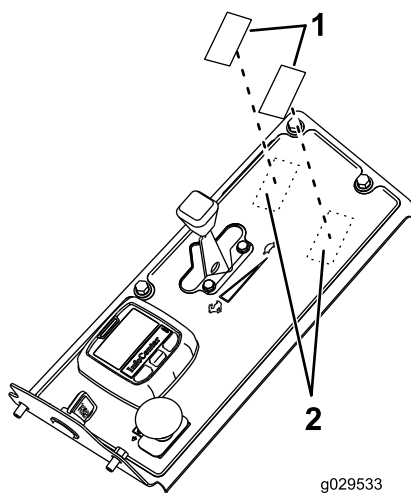

Bild 23
5. Entfernen Sie die zwei Drückplatten, die sich oben auf dem Armaturenbrett befinden (Bild 23).